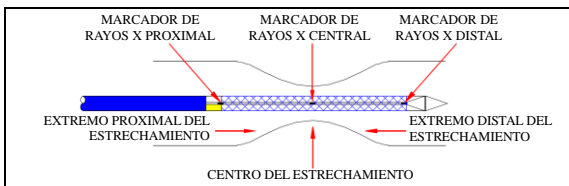

Figura 4
- Cuando el marcador de rayos X central alcance el centro del estrechamiento a tratar, continúe tirando el conector Y hacia atrás hasta que el stent se haya desplegado por completo. (Observe la figura 4, 5)
- Cuando el marcador de rayos X central alcance el centro del estrechamiento a tratar, continúe tirando el conector Y hacia atrás hasta que el stent se haya desplegado por completo. (Observe la figura 4, 6)